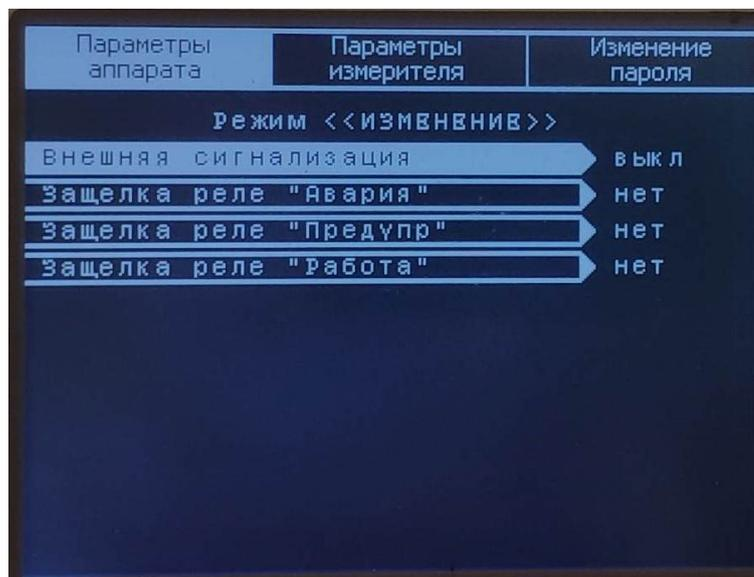

Рисунок 11 – Подраздел «Конфигурация МС»
**2.1.3. «Конфигурация МС»** - подраздел настроек реле модуля сигнализации МС (см. рисунок 11).